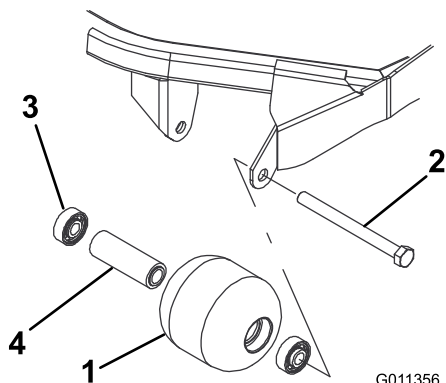

図 126
1. ローラ取り付けボルトを外す 図 126。
4. ローラハウジング、ベアリング、ベアリングスペーサに破損がないか点検する 図 126。破損している部品を交換し、組み立てを行う。
1. 第一のベアリングをローラハウジングに押し込む 図 126。アウターレースのみを押すか、インナーレースとアウターレースを均等に押すかする。
2. スペーサを入れる 図 126。
3. 第二のベアリングをローラハウジングに押し込む 図 126。インナーレースがスペーサに接触するまで、インナーレースとアウターレースを均等に押す。